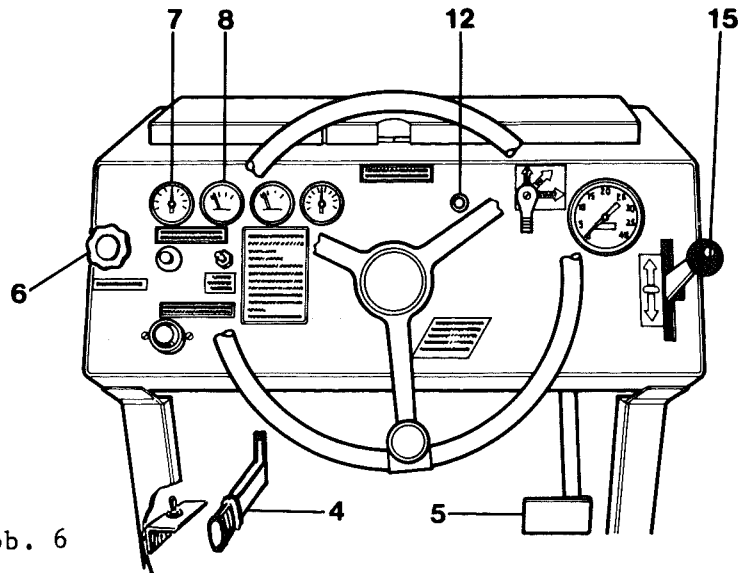
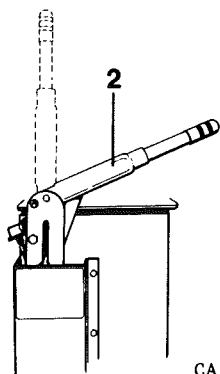

Abb. 6
Abb. 7
4. Die Feststellbremse (2, Abb.7) lösen, indem der Hebel vor-/abwärts geführt wird. Dabei erlischt die Warnlampe (12, Abb. 6) für die Feststellbremse.
5. Den Vor-/Rückwärtshebel (15, Abb. 6) auf die gewünschte Fahrtrichtung einstellen und dabei mit dem Hebel die Geschwindigkeit reglieren. Steht der Hebel in der Mittenstellung, bleibt die Walze stehen.
6. Während des Fahrens ist zu kontrollieren, dass die Instrumente Normalwerte anzeigen, und dass keine Warnlampen leuchten. Die Hydrauliköltemperatur (8, Abb.6) darf höchstens 82 °C (ca. 185 °F) und die Kühlflüssigkeitstemperatur (7, Abb. 6) höchstens 100 °C (ca. 120 °F) betragen.
7. Die Funktion der Fußbremse (5, Abb. 6) kontrollieren; siehe Wartungsvorschrift.)
4. Die Feststellbremse (2) lösen, d.h. den Hebel vor-/abwärts führen. Hierbei soll die Warnlampe für die Feststellbremse (12, Abb. 7) erlöschen.
5. Den Vor-/Rückwärtshebel (15, Abb. 7) auf die gewünschte Fahrtrichtung einstellen, und die Geschwindigkeit mit dem Hebel reglieren. Steht der Hebel in der Mittenstellung, bleibt die Walze stehen.
6. Während des Fahrens kontrollieren, dass die Instrumente Normalwerte anzeigen und dass keine Warnlampen leuchten. Die Hydrauliköltemperatur (8, Abb. 7) darf höchstens 82 °C (ca. 185 °F) betragen.
7. Die Funktion der Fußbremse (5, Abb. 7) kontrollieren; siehe Wartungsvorschrift.